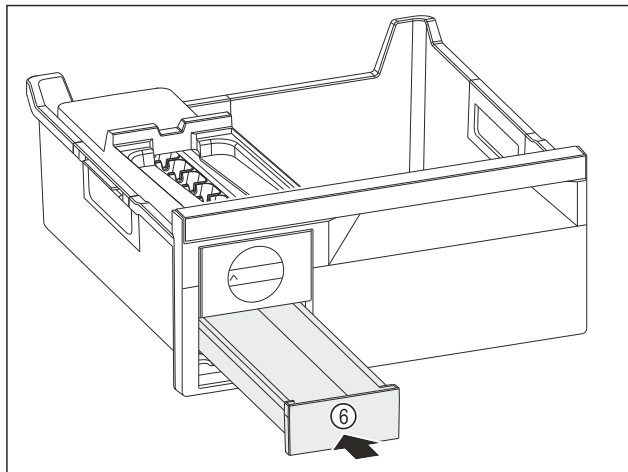

Fig. 79
- ▶ Вкарайте чекмеджето за ледени кубчета Fig. 79 (6).